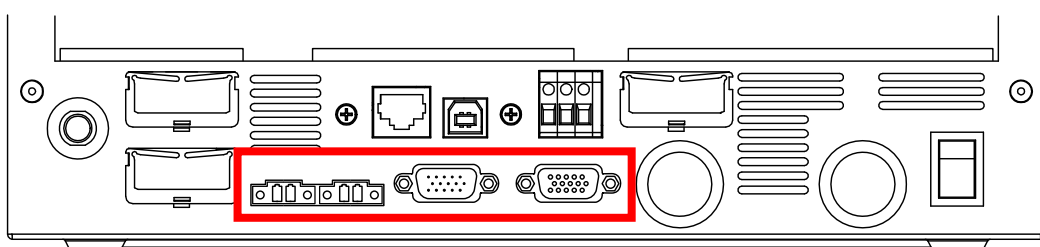

Abbildung 7: Unteransicht des Wechselrichters mit eingebauter Parallelkarte
10. Befestigen Sie die parallele Platine, auf der die beige Platine ursprünglich montiert war, mit den beiden Schrauben und Unterlegscheiben aus Schritt 4. Wenn die parallele Platine fertig ist, sitzt sie an der gleichen Stelle wie die beigefarbene Platine vor dem Entfernen, wird mit den gleichen Steckern verbunden und mit den gleichen Schrauben befestigt. Die Anschlüsse der Parallelkarte müssen mit den Ausschnitten des Metallgehäuses des Wechselrichters übereinstimmen, wie in *Abb. 7* dargestellt.
12. Schrauben Sie die Kommunikationsbaugruppe wieder in den Wechselrichter ein, die Rückseite von Schritt 3. Verwenden Sie die in Schritt 3 entfernten Schrauben. Die Unterseite des Wechselrichters sollte nun das Aussehen von *Bild 7* haben.